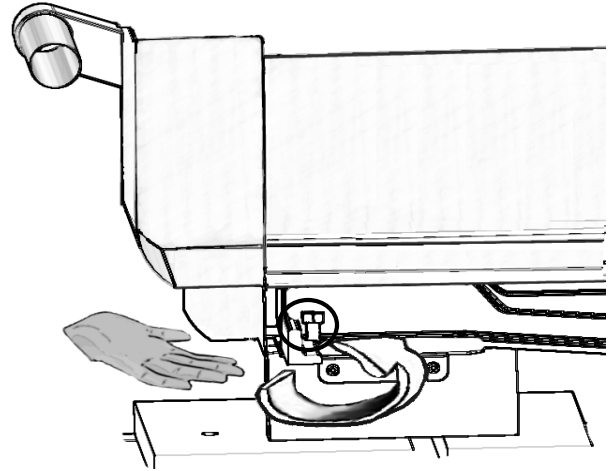

Figure 6: Retirez le boulon de palette
- **Modèles PRDS48JDSGU/C :** Pour avoir accès au boulon de la palette situé derrière le tiroir chauffant, atteignez le boulon situé en haut et derrière la structure de l'appareil et tenez-le en place à l'aide d'une clé de ½ po (voir Figure 6). Utilisez une deuxième clé pour desserrer le boulon situé en bas. N'enlevez **PAS** le tiroir chauffant.